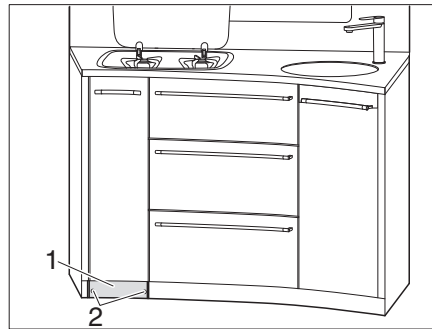

Bild 133 Sockel abschrauben
- 2 Schrauben (Bild 133,2) am Sockel (Bild 133,1) abschrauben.
- Sockel (Bild 133,1) abnehmen.